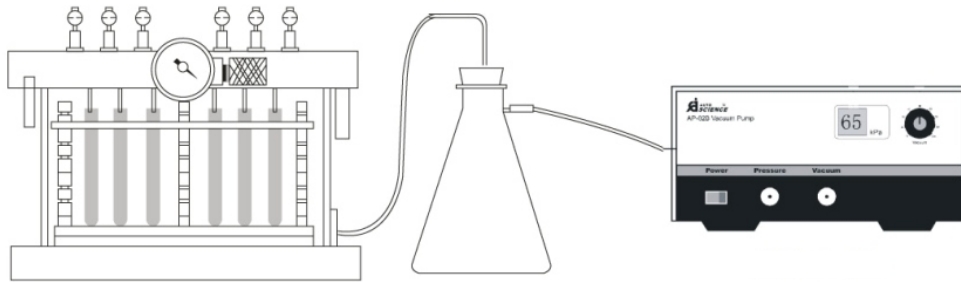

图12
- 分别顺时针旋转对应萃取柱接头上的液路开关，则萃取柱中的样品将在负压力的作用下通过萃取柱流到下面的试管中。调节开关的旋转角度可以控制样品的流速。(见图12)